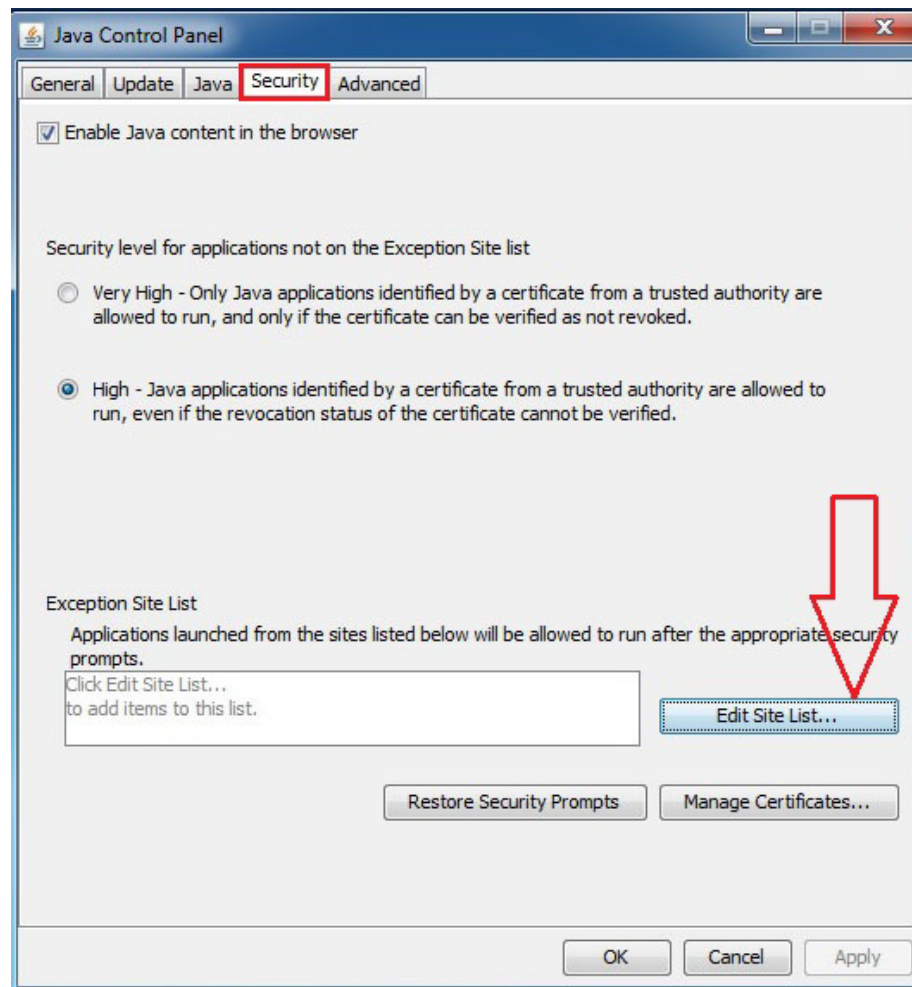

fig. 2
1. In the section „Security“ click “Edit Site List” (**fig. 2**),